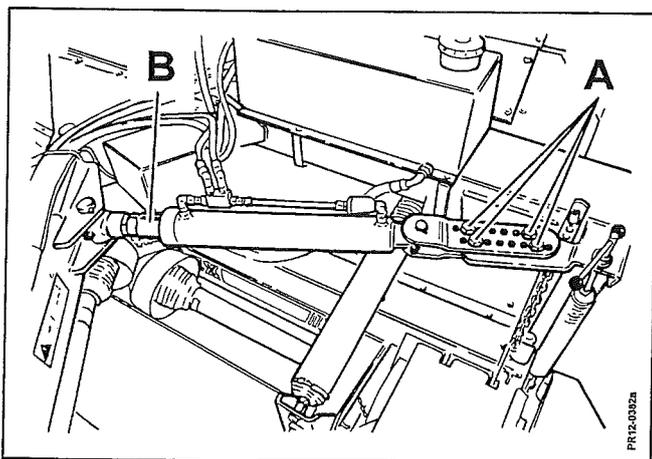
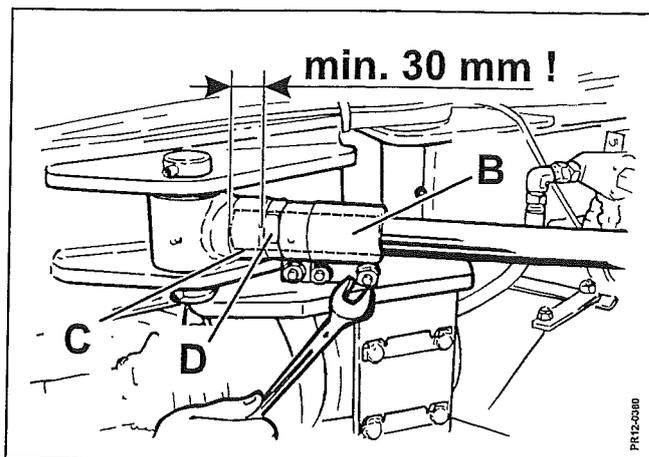

Fig. 3-34
Fig. 3-35
- 2) Grovjustering ved flanger med bolthuller **A**, (Fig. 3-34).
- 4) Grovjustering med mellemlægsringe **B** Fig. 3-34 og 3-35. (Ekstra løse ringe kan bestilles. Med sav kan mellemlægsringene om nødvendigt afkortes.)
Finjustering kan lade sig gøre med gevindstykket **C** Fig. 3-35 (det vil her være nødvendigt at løsne mellemlægsringene **B** Fig. 3-35, samt kontramøtrikken **D** Fig. 3-35, for at dreje stempelstangen). **Vær opmærksom på, at der mindst skal være 30 mm gevind i indgreb!**
Det anbefales at søge størst mulig afstand mellem boltene **A** Fig. 3-34. Kontramøtrikken **D** Fig. 3-35 **skal spænde forsvarligt**.